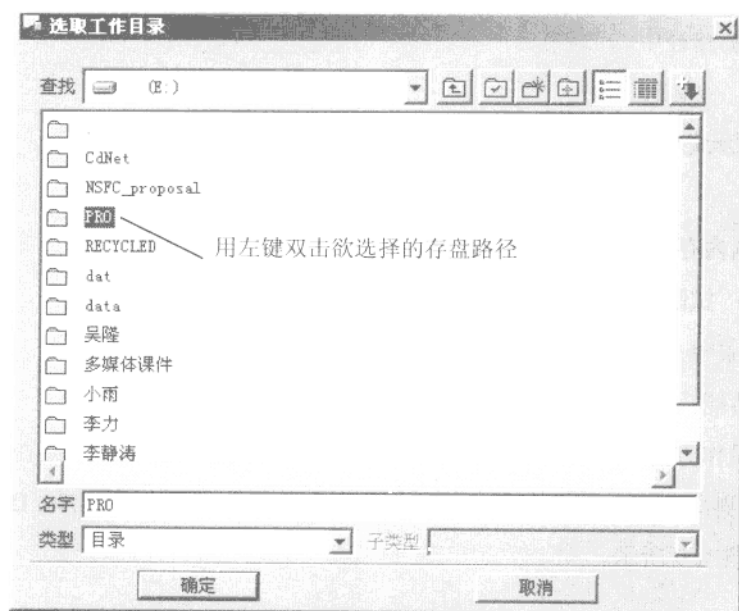
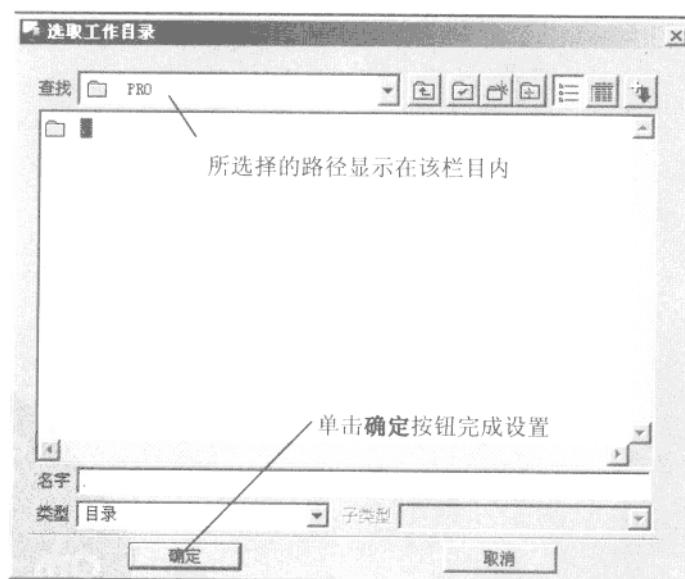

图 1.7
图 1.8
2. 操作方法 单击菜单命令文件 (File) → 设置工作目录 (Working Directory), 弹出如图 1.7 所示的对话框, 在对话框中用左键双击需要存盘的路径 (参阅图 1.7), 当所选择的路径如图 1.8 显示在左上端的查找栏目内时, 单击确定 (OK) 按钮, 即可完成设置。